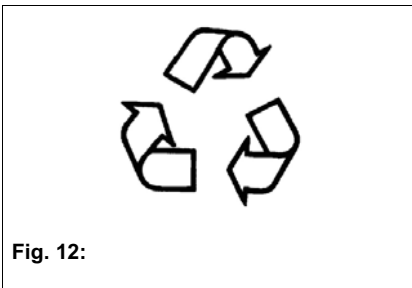

Fig. 12:
- Revaloriser les matériaux munis du symbole (Fig. 12) suivant leur caractérisation.